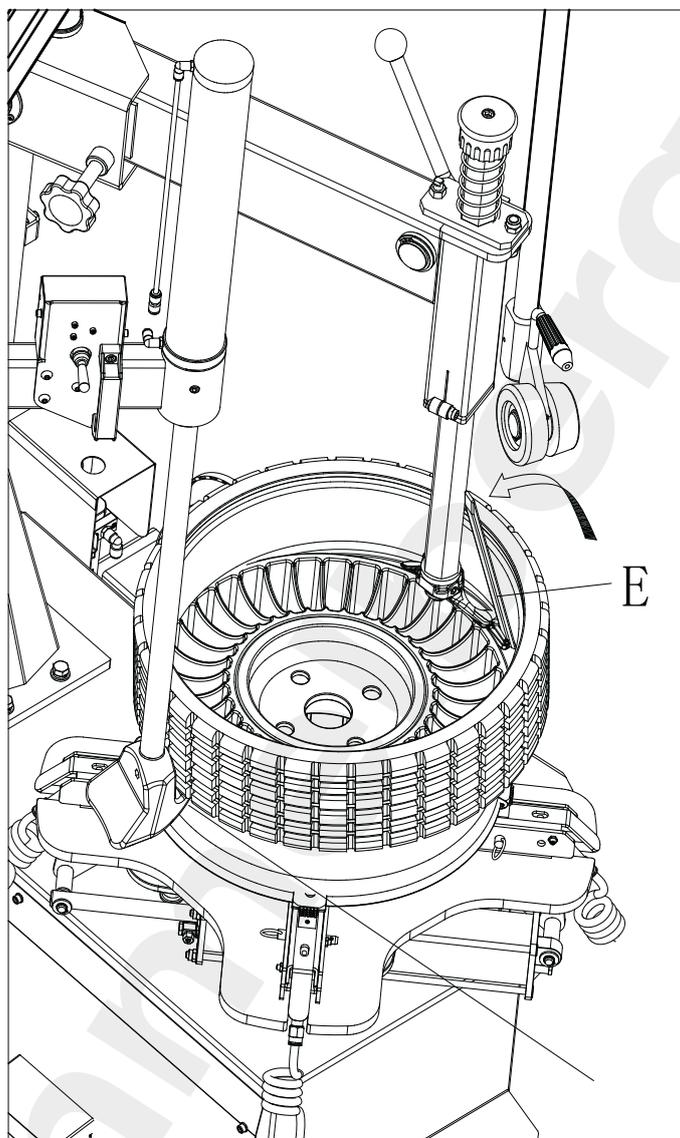

Рис. 10-11
10.2.9 Прижмите левым прижимным устройством шину в точке Н, рис. 10-11, вставьте монтажную лопатку Е в указанное положение и, наклоняя ее в направлении, показанном на рисунке, приподнимите нижний край шины кверху. Включите вращение поворотного стола, чтобы завершить демонтаж шины (если есть внутренняя камера, сначала выньте её, а затем снимите шину).